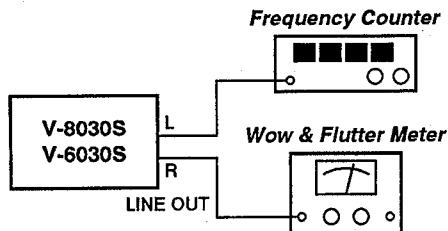

Fig. 3-1
1. Connect a frequency counter to the deck as shown in Fig. 3-1.
1. Fig. 3-1 のように周波数カウンターを接続する。
1. Connect a wow-and-flutter meter to the deck as shown in Fig. 3-1.
1. Fig. 3-1 のようにワウ・フラッタメーターを接続する。